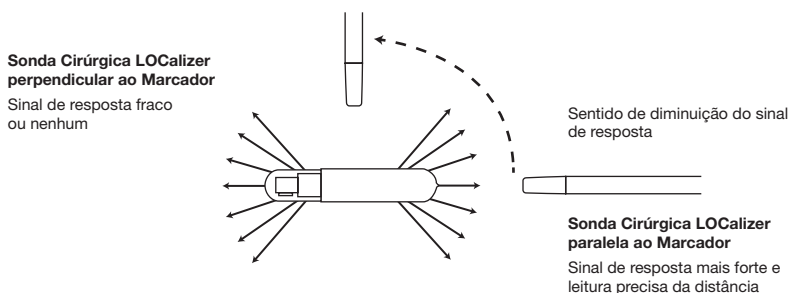

FIGURA 4. Avaliação da localização/posição do Marcador com a Sonda Cirúrgica utilizando a força do sinal (não à escala)
** Conforme medido desde a extremidade da sonda cirúrgica até à extremidade do Marcador (*Figura 4*)